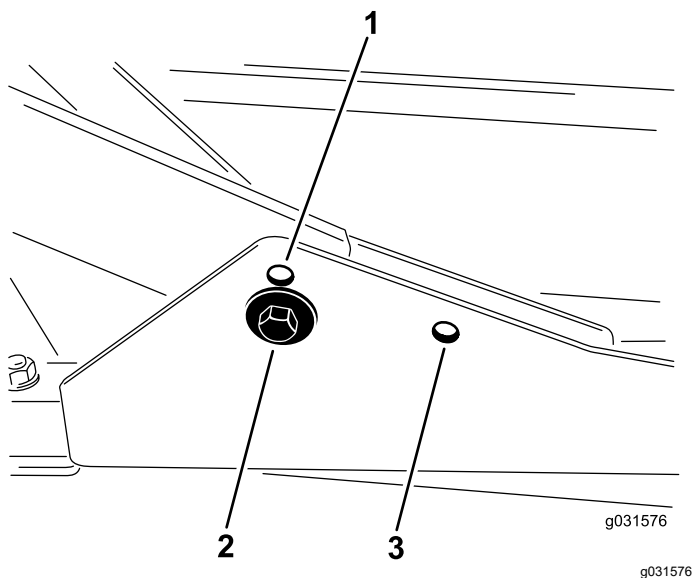

Рисунок 15
1. Для высоты скашивания в диапазоне от 2 до 7,6 см передние несущие рамы следует закрепить в нижних передних монтажных отверстиях (Рисунок 15).
верхние передние монтажные отверстия (Рисунок 15).
Задняя режущая дека крепится в задних монтажных отверстиях для любой высоты скашивания (Рисунок 15).